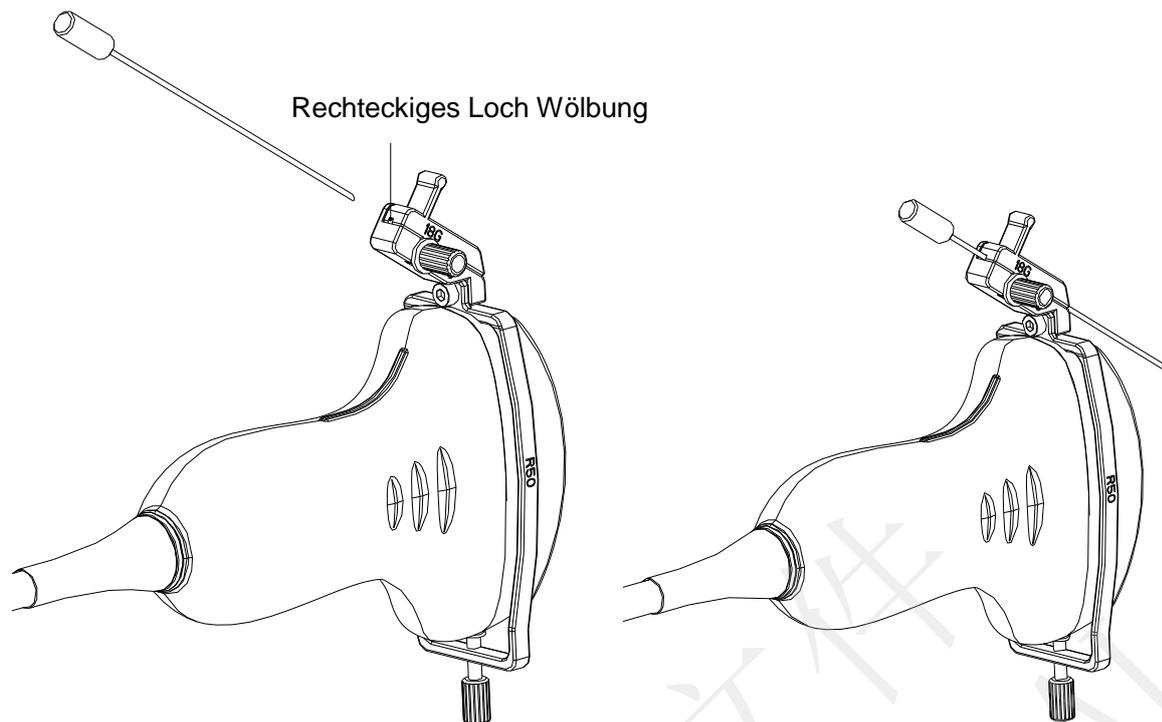

Abbildung 6-33 Einföhren der Nadel in das rechteckige Loch
Schritt 4: Führen Sie die Nadel gemäß Abbildung 6-33 in das rechteckige Loch ein.